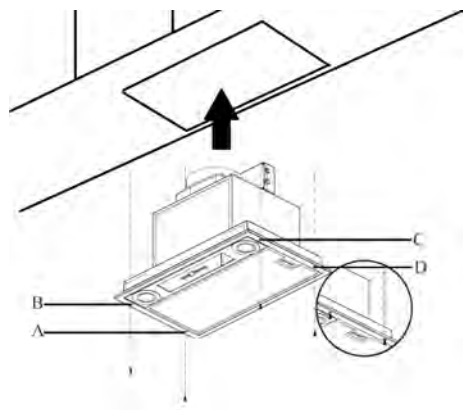

Fig. 13
4. ► Montera nu fläkten i skåpet vid punkterna A, B, C & D. Använd 4x 3,5 x 16 skruvar (Fig. 13).